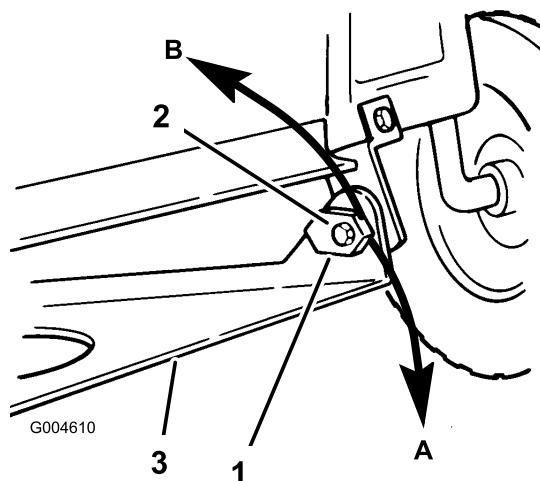

Figura 48
15. Regolate l'inclinazione longitudinale facendo girare i dadi speciali di regolazione dell'inclinazione, da ambo i lati dell'attacco orientabile del tosaerba (Figura 48).
16. Girate lentamente verso il basso il dado di regolazione dell'inclinazione sinistro per alzare la parte anteriore del tosaerba; giratelo verso l'alto per abbassarlo (Figura 48). Girate il dado di regolazione dell'inclinazione finché la parte anteriore del tosaerba è più bassa della parte posteriore di 6 - 16 mm.